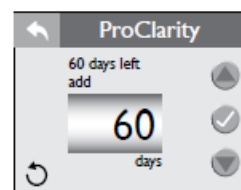

Figura 6.6g
1. No Menu “Water Care” (Cuidados com a água) você pode configurar o temporizador “ProClarity” (Substituição de água), Figura 6.6g.